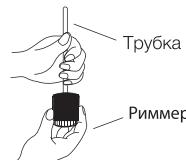
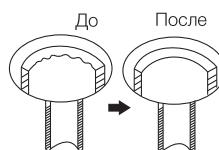

Рис. 1
Рис. 2
- Риммером удалите неровности на конце медной трубы, держите ее изгибом вниз, чтобы медная стружка не попала внутрь (Рис. 1, Рис. 2).